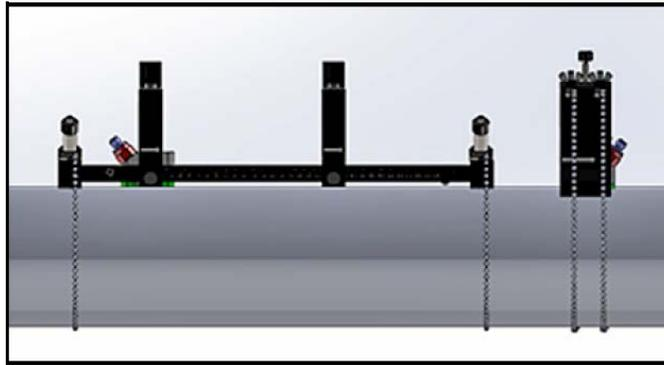

Рис. 42: Законченная установка (вид сверху)
9. Затягивайте винт скобы, пока измерительный преобразователь не войдет в плотный контакт с трубой. Ваша законченная установка с нечетным числом проходов должна выглядеть так, как на Рис.42 ниже.